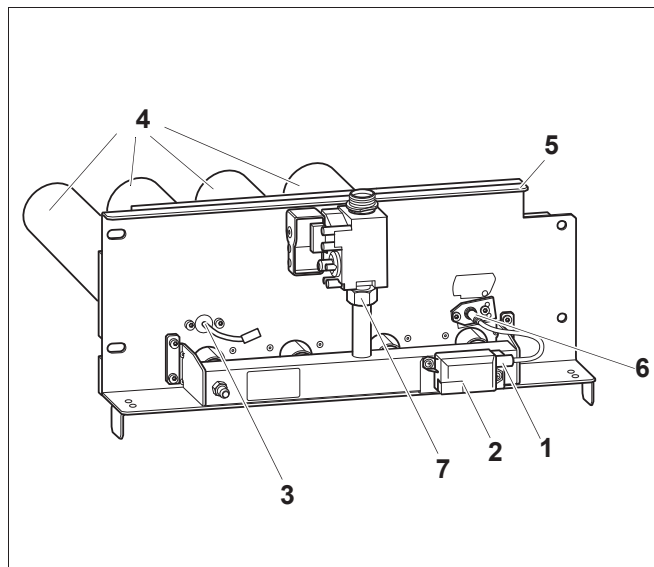

Рис. 41 Чистка горелки
- Отсоединить штекер кабеля для розжига (рис. 41, **поз. 1**) на трансформаторе розжига (рис. 41, **поз. 2**).
- Открутить оба болта на контролирующем электроде (рис. 41, **поз. 3**) и осторожно вынуть его.
- Открутить оба болта на запальном электроде (рис. 41, **поз. 6**) и осторожно вынуть его.
- Открутить резьбовое соединение газовой арматуры (рис. 41, **поз. 7**) и снять ее.
- Опустить стержни горелки (рис. 41, **поз. 4**) в воду с чистящим средством и очистить их щеткой.
Следите за тем, чтобы не намочить теплоизоляцию на щитке горелки (рис. 41, **поз. 5**) и запальный трансформатор (рис. 41, **поз. 2**). При необходимости снимите запальный трансформатор.